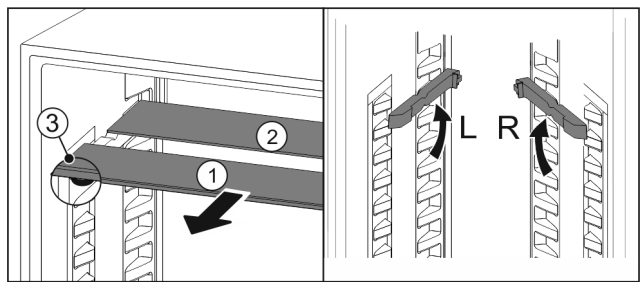

Fig. 127
- ▶ Vedä lasilevyt yksittäin etukautta ulos Fig. 127 (1).
- ▶ Koristelistalla varustettu lasilevy Fig. 127 (1) on edessä.
- ▶ Pysäyttimet Fig. 127 (3) osoittavat alaspäin.